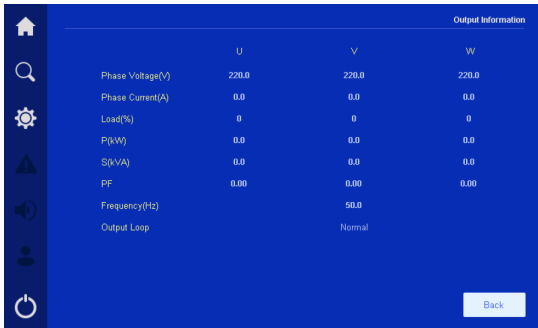

Figura 4-15 Pantalla de información de salida
- En la pantalla principal, haga clic en este ícono para acceder a la pantalla de información de salida. Esta pantalla señala la tensión y corriente de salida, la carga, potencia activa, potencia aparente, factor de potencia, frecuencia de salida y otra información, como se muestra en la figura 4-15.